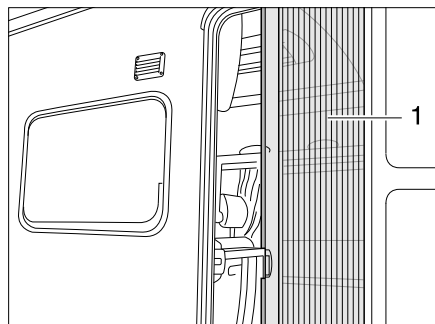

Bild 24 Insektenschutz
- Insektenschutz an der Leiste (Bild 24,1) ganz herausziehen.
- Insektenschutz an der Leiste (Bild 24,1) in Ausgangsstellung zurückschieben.